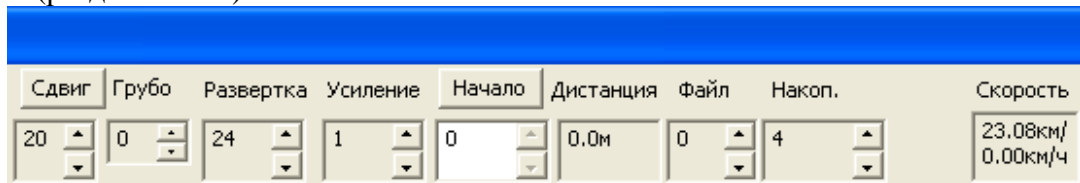

Рис. 3.11 - Параметры сканирования в окне сканирования
- «**Развертка**» - параметр, который определяет временной диапазон регистрации данных в приемнике георадара и влияет на максимальную глубину сканирования. Изменяется ступенчато, и значения могут изменяться в зависимости от используемого антенного блока. Параметр «*Развертка*» в окне сканирования (Рис. 3.11) и параметр «*Развертка по глубине*» в окне «*Параметры сканирования*» идентичны. Выбор развертки осуществляется в соответствии с таблицей 3.1.